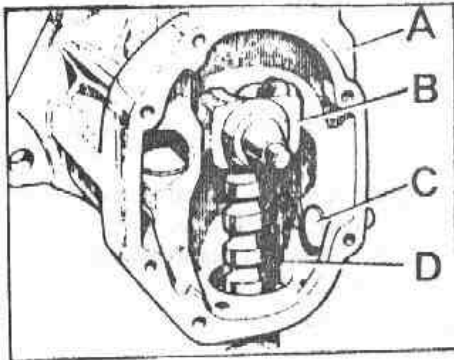

Fig. G-42 Montaje de la tuerca de bolas circulares
- 3.7. Mantener la tuerca, B (Fig. G-42) en la posición que corresponde dentro de la caja de dirección, se introducirá el sínfin del extremo inferior de la barra de dirección hasta engranar con la tuerca, asegurándose que las bolas de ésta no se han movido.